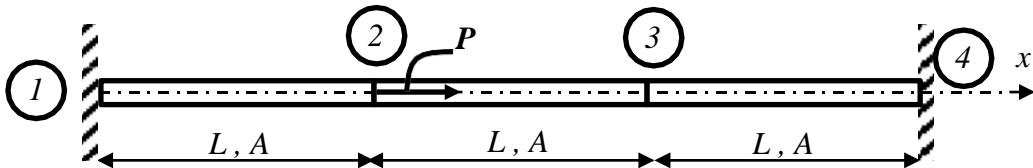

Figure 3
Considérons l'assemblage de trois (03) barres de la *figure 3*.